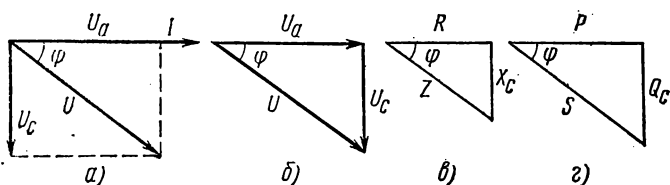

Рис. 2.51
2. В цепи, содержащей активное сопротивление и емкость, векторная диаграмма и треугольники напряжений, сопротивлений и мощностей будут иметь отрицательный угол φ , т. е. вектор тока будет опережать вектор напряжения (рис. 2.51, а).
Рассмотрев треугольники напряжений, сопротивлений и мощностей (см. рис. 2.51, б, в, г), можно записать формулы для цепи, содержащей активное сопротивление и емкость: